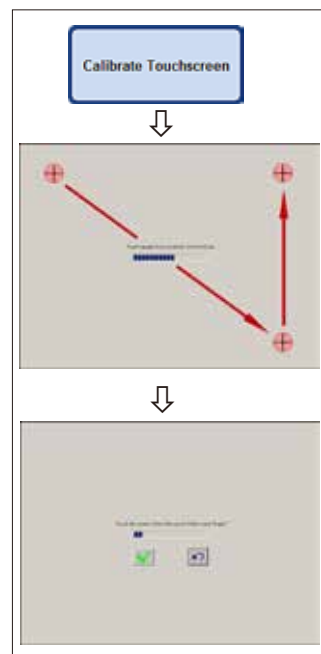

Рис. 78
Калибровка сенсорного дисплея (рис. 78)
- Прикоснитесь к красному кругу в центре дисплея (в общей сложности три раза), начиная с левого верхнего угла (рис. 78 вверху).
- После этого прикоснитесь к дисплею в любом месте и проверьте, переместился ли следом курсор (рис. 78 внизу).